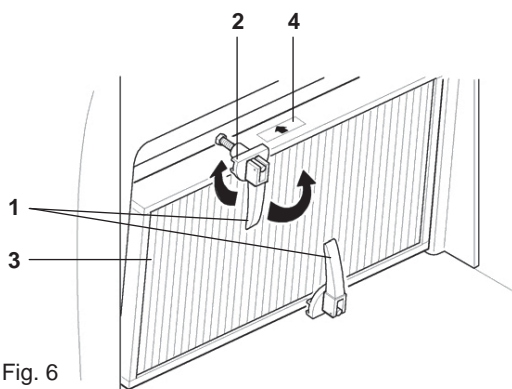

Fig. 6
- Åpne håndtaket (pos. 1)
- Drei låsene (pos. 2) 180°
- Bytt ut filteret (pos. 3)
- Pila (pos. 4) skal dreies i luftstrømningsretningen, fra utsiden mot innsiden av maskinen.
ADVARSEL: Sett filteret inn den retningen som blir angitt på selve filteret (pos. 4 Fig.6).